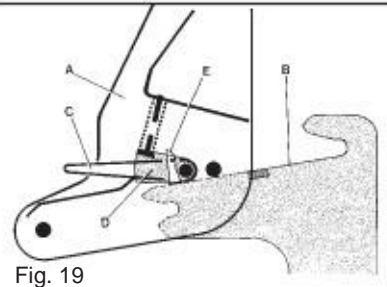

Fig. 19
- 10 - **RECULER** lentement le tracteur, veiller à ne rien accrocher. (Fig. 19)
- 10 - Slowly **REVERSE UP** the tractor, making sure that nothing gets caught up (Fig. 19)
- 10 - Den Schlepper langsam **ZURÜCKFAHREN**. Achten Sie darauf, daß der Lader nie in Berührung mit oberirdischen Hindernissen kommt. (Bild 19).
- 10 - Langzaam **ACHERUIT RIJDEN** met de tractor, let er op nergens achter te blijven haken. (fig. 19)